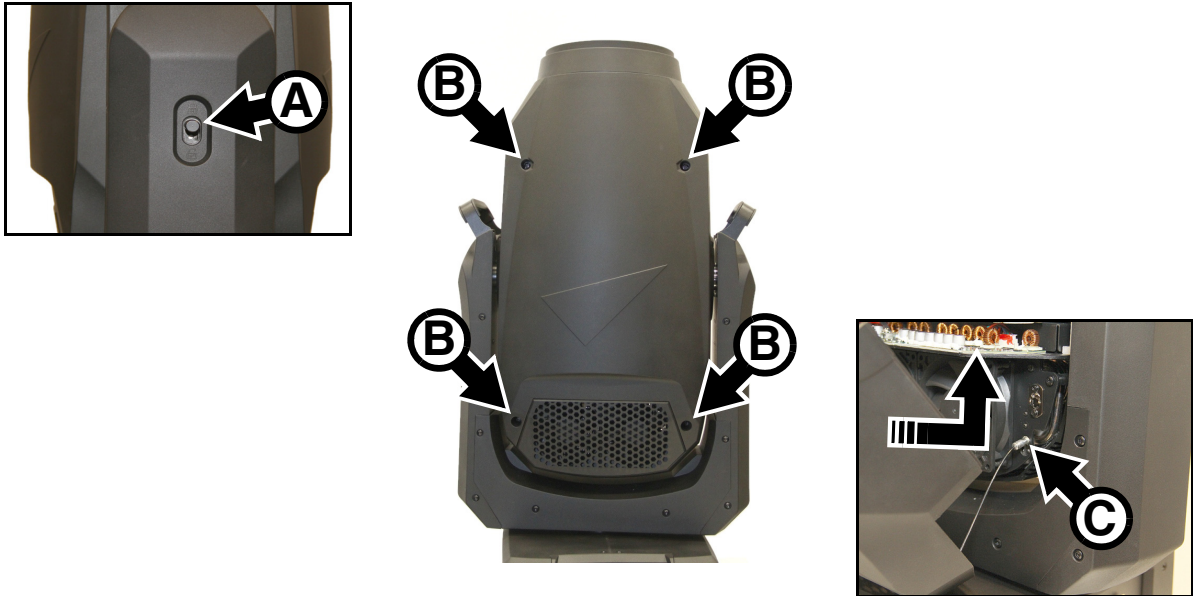

Bild 10: Entfernen der Kopfabdeckungen
3. Siehe Bild 10. Stellen Sie die Tilt-Sperre auf **A** ein.